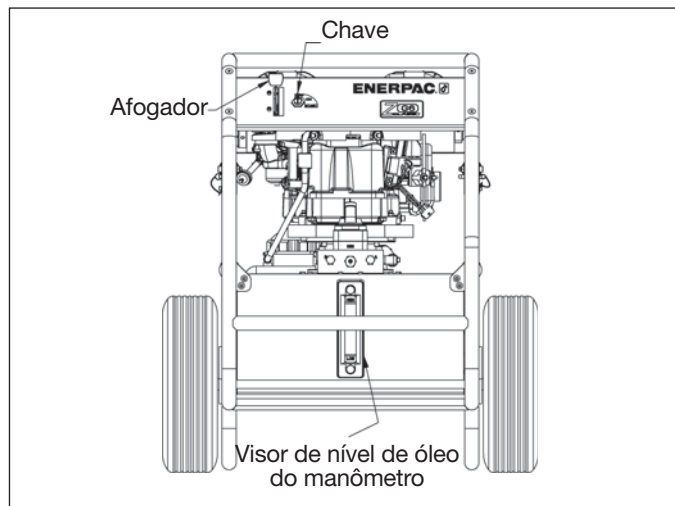

Figura 6
- Para máximo desempenho, baixe o afogador para a posição da lingüeta. O afogador pode ser empurrado para baixo da lingüeta, para ficar inativo. (Ver Figura 6.)